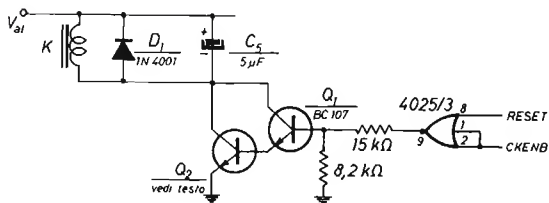

figura 1
a) Il nor 4025/2 (con riferimento allo schema di figura 1, pagina 2279 **cq** 12/78) commuta (come tutti i c-mos) quando la tensione input passa per $V_{cc}/2$; inoltre il relay si diseccita intorno a $V_{al}/3$. Da ciò risulta che il tempo utile per la trasmissione del da-di-da è ridotto a una frazione minima della costante di tempo introdotta da C_x ; ovvero per un funzionamento corretto è necessario che C_x abbia, normalmente, una capacità abbastanza elevata ($1.000 \div 5.000 \mu F$).
Come si può vedere dai diagrammi di temporizzazione di figura 5 (**cq** 12/78) i suddetti segnali sono entrambi a zero durante la trasmissione del da-di-da. In tal tempo l'uscita del nor 4025/3 va a « 1 » e tramite uno stadio Darlington può tenere eccitato il relay, come schematizzato in figura 1.
La modifica riassunta e schematizzata in figura 1 ha il vantaggio di eliminare il grosso elettrolitico C_x che presenta alto costo, eccessivo ingombro, tendenza all'invecchiamento.